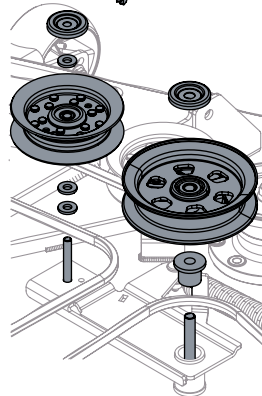

Figura 56
4. Extraiga las dos poleas locas quitando las tuercas de seguridad con reborde que están arriba de los conjuntos, y luego quitando los conjuntos del brazo secundario libre. Consulte la Figura 56.